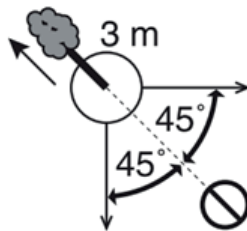

Рисунок 9. Приклад планування відходу, залежно від напрямку падіння дерева.
2. Визначити напрямок, у якому буде падати спиляне дерево з урахуванням напрямку вітру, передбачити маршрут відходу під час падіння дерева (треба відійти від стовбура у протилежному від падіння напрямку, принаймні на 3 м, щоб уникнути удару після відкидання стовбура назад на пень (рис. 9)).